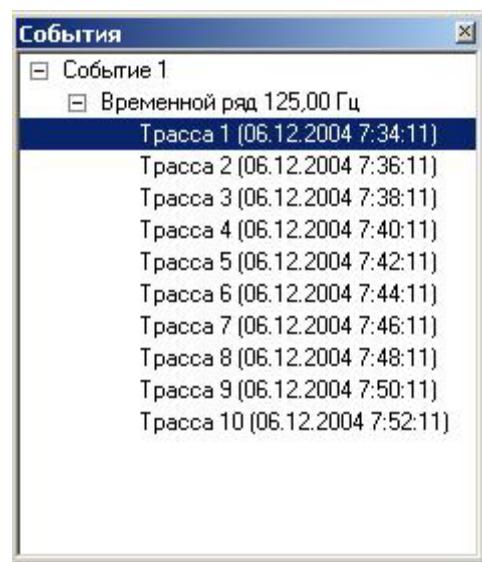

Рисунок 4.2
4.9.7 Метка в окне **Список событий** вызывает всплывающее окно (рис. 4.2) со списком событий, временных рядов и трасс, входящих в файл с собранными данными. Оператор имеет возможность выбрать из списка любой фрагмент данных.